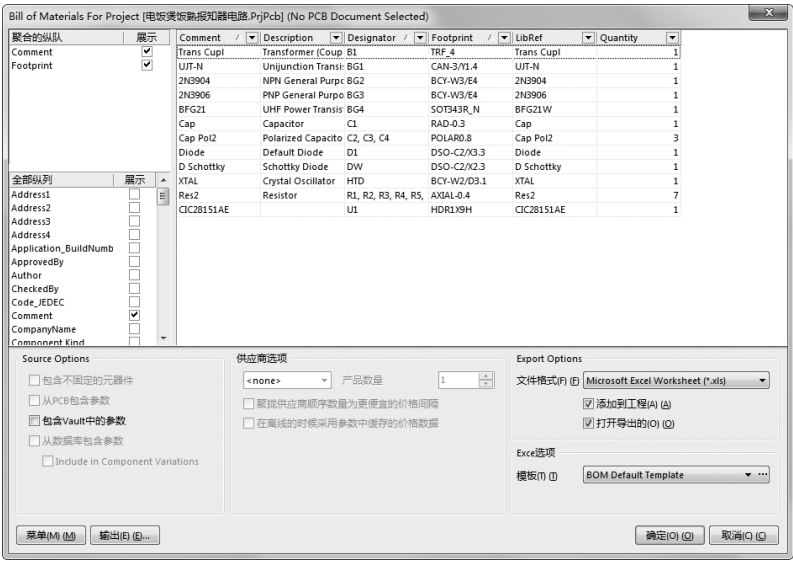

图 4-55 设置元件报表
(3) 打开原理图文件，选择菜单栏中的“报告”→“Bill of Materials（元件清单）”命令，系统将弹出相应的元件报表对话框，如图 4-55 所示。
(6) 单击“打开报告”按钮，打开如图 4-58 所示的报表文件。单击“关闭”按钮，关闭“报告预览”对话框，返回图 4-55 所示的元件报表对话框。